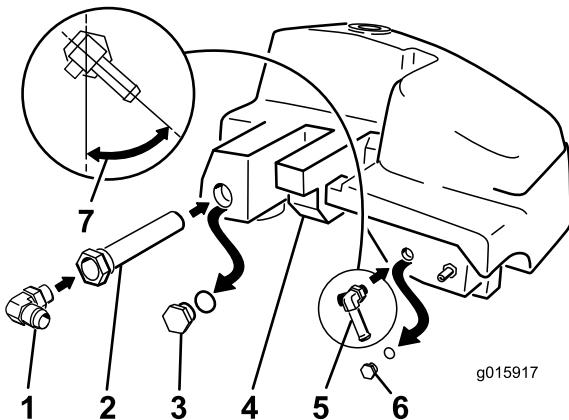

図 9
4. 小さい方のプラグを取り外したところに、小さい 90 度 T 字フィッティングバーブ付きを取り付ける図9。